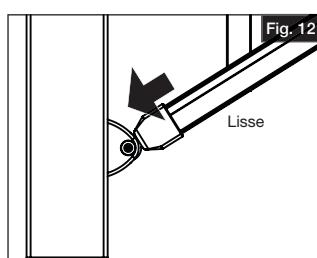

Fig. 12
- Insérer les embouts de support sur les bases, et les fixer sans les serrer à l'aide des boulons de charnière fournis (Fig. 12).